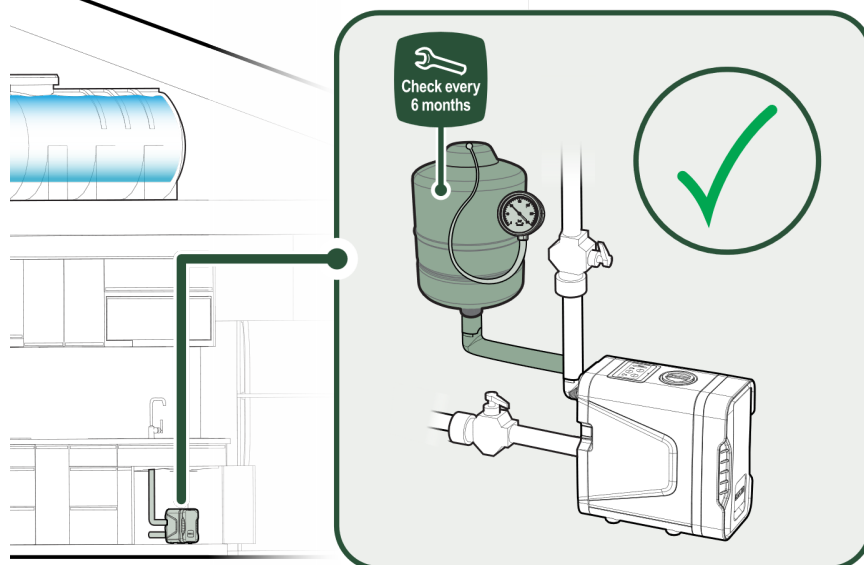

Fig. 21 Vas de expansiune
- scoateți dopul de acces la axul motor cu o cheie imbus de 6 mm (a se vedea **Fig. 21 Acces ax motor**)